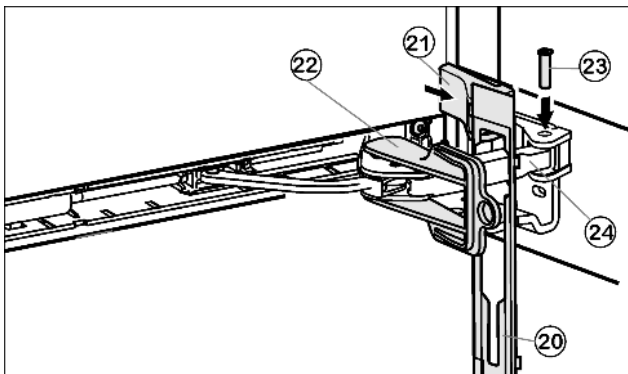

Fig. 14
- ▶ Afdekplaat *Fig. 14 (20)* op de demperbeugel inhangen zodat de sluihaken naar voren wijzen en de voorkant naar het apparaat.
- ▶ Demperbeugel *Fig. 14 (24)* naar het lagergedeelte toe trekken en de bout *Fig. 14 (23)* van boven insteken zodat het vierkant in de uitsparing zit.
- ▶ Afdekking *Fig. 14 (21)* plaatsen en vastklikken.
- ▶ Beveiliging *Fig. 14 (22)* draaien om te verwijderen.
- ▶ Afdekplaat *Fig. 14 (20)* aan de deur vast laten klikken.